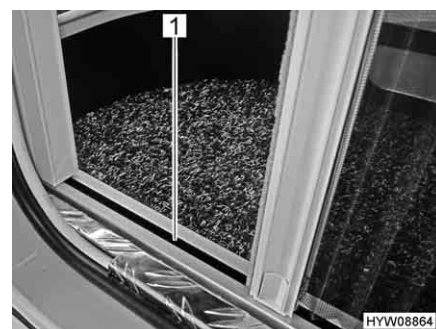

Fig. 32 Guida inferiore della protezione contro gli insetti
- ▷ Durante l'apertura e la chiusura, afferrare la barra di presa con entrambe le mani. In questo modo è possibile limitare la possibilità che la protezione contro gli insetti si inceppi nelle guide (Fig. 32,1).